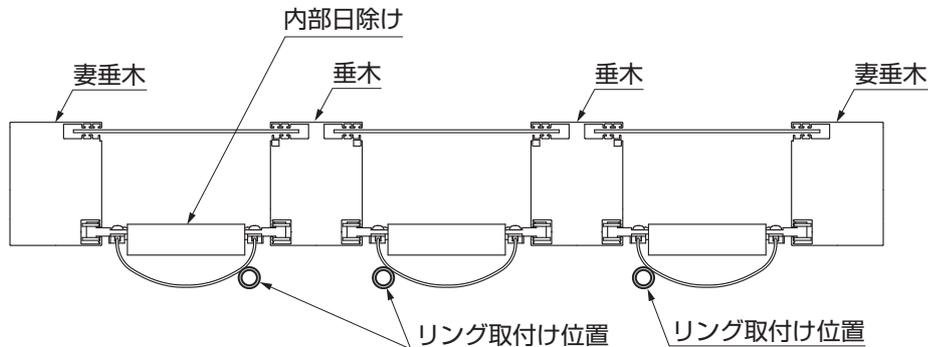

図1-6
- ①内部日除けを垂木、妻垂木の間に取付けてください。(図1-6参照)
- ②図1-6の位置にリングを取付けてください。